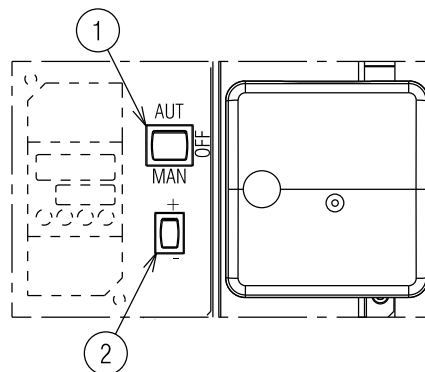

Fig. 26
Posicionar el selector 1)(Fig. 26) en la posición "MAN".
- colocar el interruptor 1) de la Fig. 26 en la posición "OFF" y esperar a que la caja de control ejecute la fase de apagado;
El aire se regula variando el ángulo de la leva III) (Fig. 25) y por medio del selector 2)(Fig. 26). Para regular la leva del servomotor, véase Fig. 29 A).
En la descripción anterior, hemos dejado el quemador encendido, funcionando a la potencia MÍN. Apretar ahora el pulsador 2)(Fig. 26 en la pág 27) "aumento de potencia" y mantenerlo apretado hasta que el servomotor haya abierto el registro del aire y la válvula de mariposa del gas.
El aire se regula variando el ángulo de la leva III) (Fig. 25 en la pág 26) y por medio del selector 2)(Fig. 26 en la pág 27). Para regular la leva del servomotor, véase Fig. 29 A).
Presionar el pulsador 2)(Fig. 26 en la pág 27) "Disminución de potencia" y mantenerlo presionado hasta que el servomotor vuelva (Fig. 29 B) a la regulación realizada en fábrica: Véase Tab. I en la pág 26 y regular por consiguiente el registro de aire 5) y la mariposa del gas 4) (Fig. 28 en la pág 28).
El aire se regula variando el ángulo de la leva III) del servomotor (Fig. 25 en la pág 26) y por medio del selector 2)(Fig. 26 en la pág 27). Para regular la leva del servomotor, véase Fig. 29 A).
Después de haber regulado la potencia máxima y mínima del quemador, se regula el gas en varias posiciones intermedias del servomotor. El paso de una posición a la siguiente se obtiene manteniendo presionado el pulsador 2) en el símbolo (+) o (-) (Fig. 26 en la pág 27). Presionar un instante el pulsador 2)(Fig. 26 en la pág 27) "Aumento de potencia" de modo que el servomotor gire a unos 20°, véase índice graduado en el servomotor Fig. 29 B) e índice graduado registros de aire 5) (Fig. 28 en la pág 28).
Apagar el quemador utilizando el interruptor 1)(Fig. 26), posición OFF, liberar la leva mecánica I)(Fig. 28) para separar los engranajes del servomotor, presionando y desplazando hacia abajo el pulsador 3)(Fig. 29 D) y controlar varias veces girando a mano la leva mecánica I)(Fig. 28) hacia adelante y hacia atrás que el movimiento sea suave y sin interrupciones.